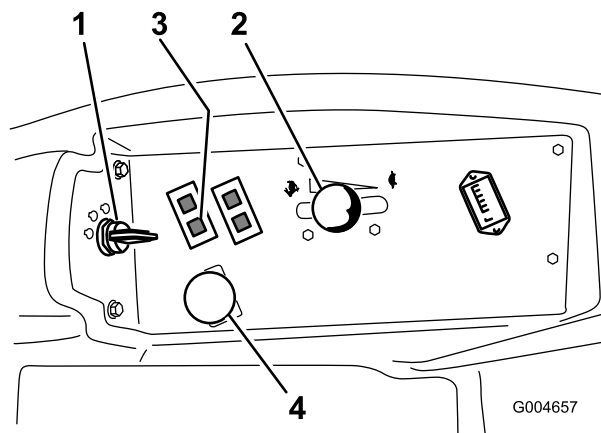

Figura 16
4. Disinserite la presa di forza (posizione Off) (Figura 16).
5. Portate la leva dell'acceleratore al centro tra le posizioni Minima e Massima (Figura 16).